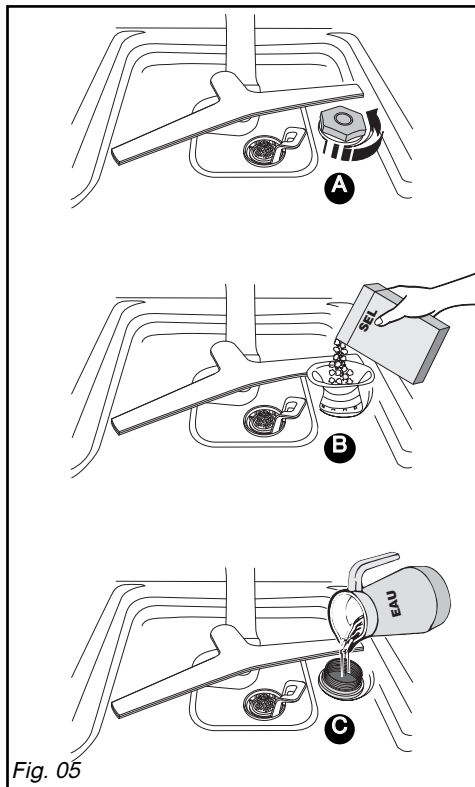

Fig. 05
• Remplissage du réservoir à sel régénérant (Fig. 05)